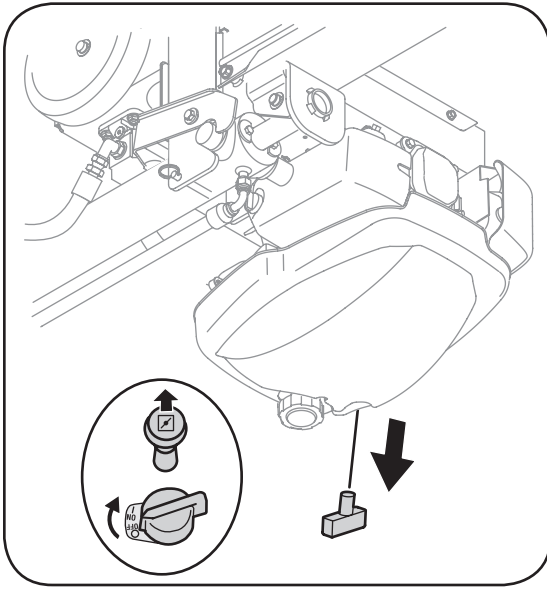

Figure 4-4
6. Tirez légèrement sur la poignée du démarreur jusqu'à ce que vous sentiez une légère résistance, puis tirez rapidement pour surmonter la compression, éviter l'effet de recul et mettre le moteur en marche. Voir la Figure 4-4. Si le moteur ne démarre pas après 10 secondes d'essais répétés, attendez quelques minutes et recommencez.
5. Appuyez sur le commutateur du moteur. Voir l'encart de la Figure 4-4.